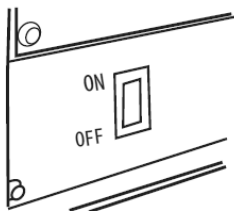

Fig 1
- Assicurarsi di aver selezionato il corretto tipo di alimentazione (benzina o gas) tramite i selettori (3) e (15)
- Selettore sul pannello frontale in posizione "ON" (fig.1)